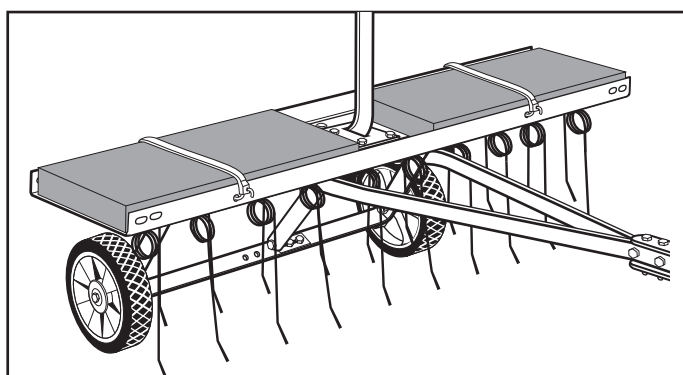

FIGURE 8
- Si la déchaumeuse semble sautiller pendant son fonctionnement, rajouter du poids sur le porte-dents. Dans la plupart des cas, du poids supplémentaire sera nécessaire. Les dalles en béton sont recommandées pour rajouter du poids, en raison de leur faible hauteur; toutefois, n'importe quel type de poids convient, pour peu qu'il puisse être attaché au porte-dents. Attacher les poids au moyen d'un dispositif convenable (sangle en caoutchouc ou fil de fer, par ex.) passant dans les trous de la plaque supérieure du porte-dents. Voir la figure 8.